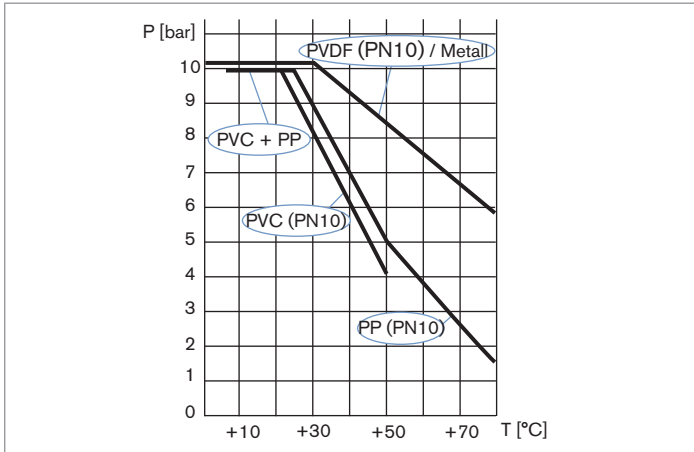
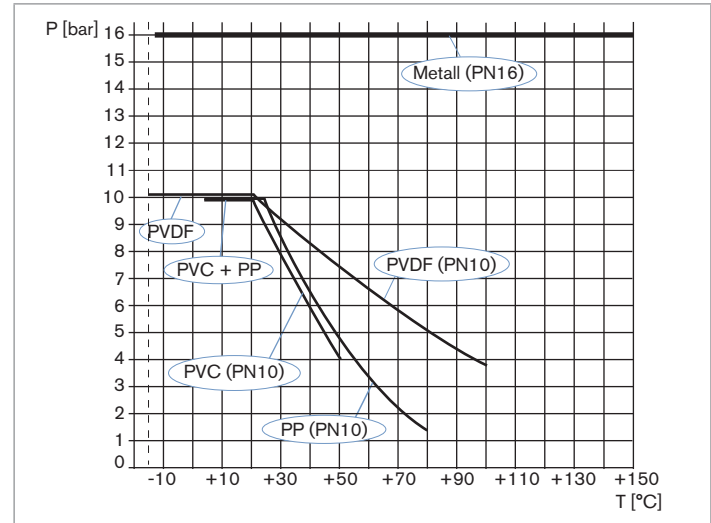

Bild 5: Abhängigkeit zwischen Flüssigkeitstemperatur und -druck des 8041 mit Sensor-Armatur aus PVDF in einem S020 Fitting aus Metall, PVDF, PVC oder PP
Bild 6: Abhängigkeit zwischen Flüssigkeitstemperatur und -druck des 8041 mit Sensor-Armatur aus Edelstahl in einem S020 Fitting aus Metall, PVDF, PVC oder PP
<p>Temperatur der Flüssigkeit</p> <ul style="list-style-type: none"> ▪ Sensor-Armatur aus Edelstahl ▪ Sensor-Armatur aus PVDF 	<p>Die Temperatur der Flüssigkeit kann durch den Druck der Flüssigkeit und den Werkstoff des Fittings S020 eingeschränkt sein (siehe Bild 5 und Bild 6).</p> <ul style="list-style-type: none"> ▪ -15...+150 °C ▪ 0...+80 °C
<p>Druck der Flüssigkeit</p> <ul style="list-style-type: none"> ▪ Sensor-Armatur aus Edelstahl ▪ Sensor-Armatur aus PVDF 	<p>Der Druck der Flüssigkeit kann durch die Temperatur der Flüssigkeit und den Werkstoff des Fittings S020 eingeschränkt sein (siehe Bild 5 und Bild 6).</p> <ul style="list-style-type: none"> ▪ PN10 mit Kunststoff fitting, ▪ PN16 mit Metall fitting ▪ PN10
- Je nach Art der Materialien des Fittings (siehe *Bild 5* und *Bild 6*) die Temperatur-Druck-Abhängigkeit der Flüssigkeit beachten.